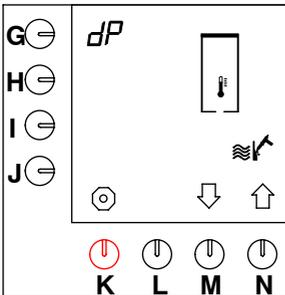

Fig. 21 Avvio del programma di disincrostazione dell'impianto di acqua calda
- Sullo schermo viene visualizzato il programma di disincrostazione (fig. 21).
- tenere premuto il tasto di programmazione (G.) fino a che sullo schermo viene visualizzato quanto illustrato nella fig. 21.
- Quando la soluzione disincrostante è stata versata nella caldaia, non è più possibile interrompere il programma di disincrostazione, neanche premendo il tasto Stopp (K)!